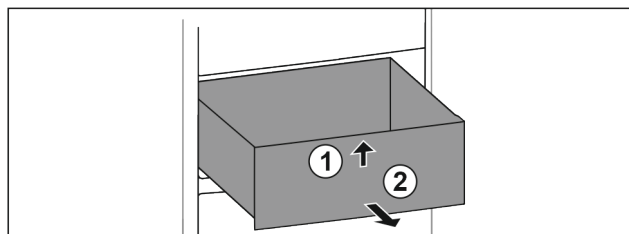

Fig. 96
- ▶ Løft skuffen foran. Fig. 96 (1)
- ▶ Ta ut skuffen framover. Fig. 96 (2)